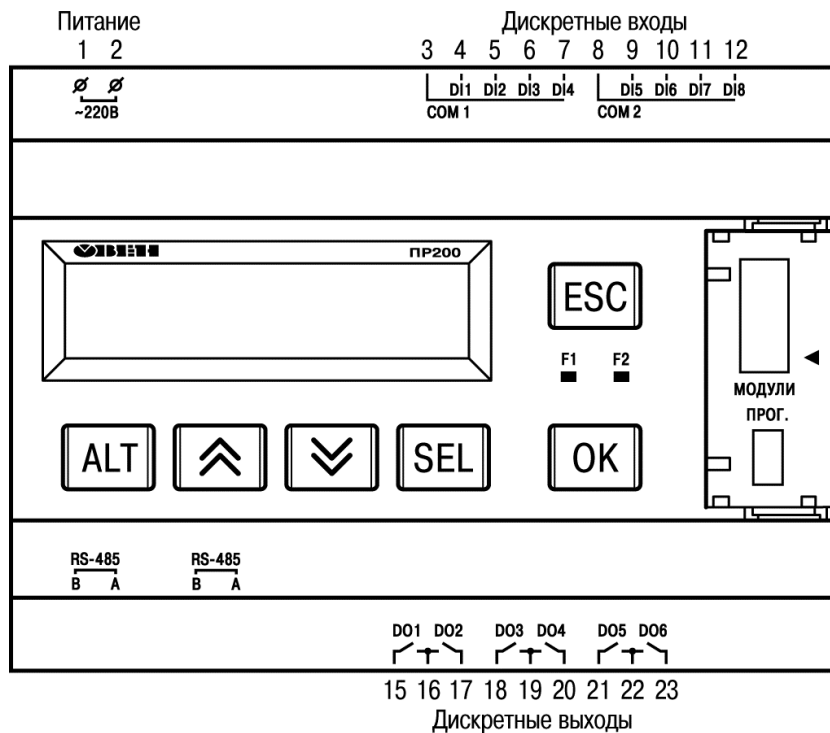

Рисунок 4.1 – Вид на лицевую сторону ПР200 (крышка отсека подключения модулей условно не показана)
4.1.2 Корпус прибора имеет ступенчатую трехуровневую форму. На лицевой (передней) плоскости корпуса расположены элементы индикации и управления, на задней поверхности корпуса расположены защелки крепления прибора на DIN-рейке. **На верхних и нижних ступенчатых поверхностях** корпуса размещены разъемные соединения прибора (клеммники), через которые осуществляется подключение исполнительных механизмов, дискретных и аналоговых датчиков, линий связи RS485 и других внешних связей (см. рисунок 4.1).